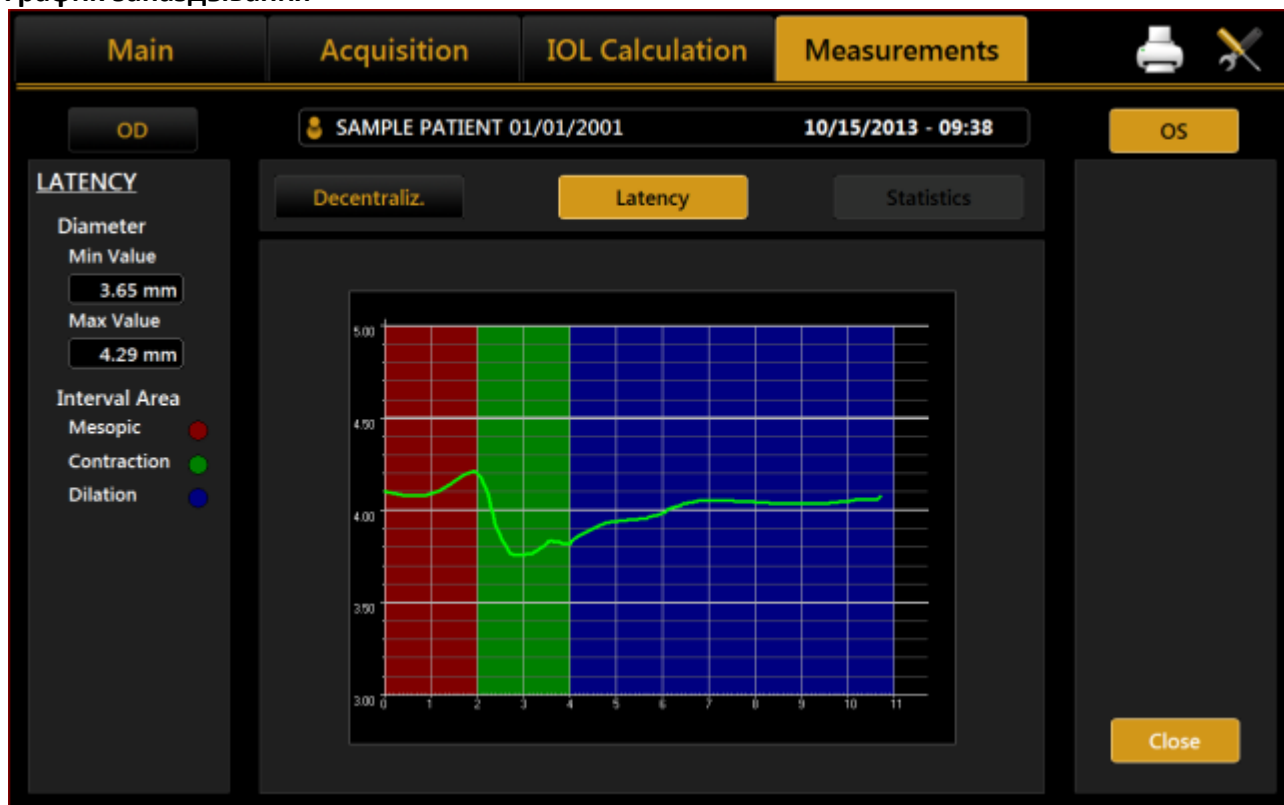

Рис. 69
- **График запаздывания (Latency)** (см. рис. 69.)